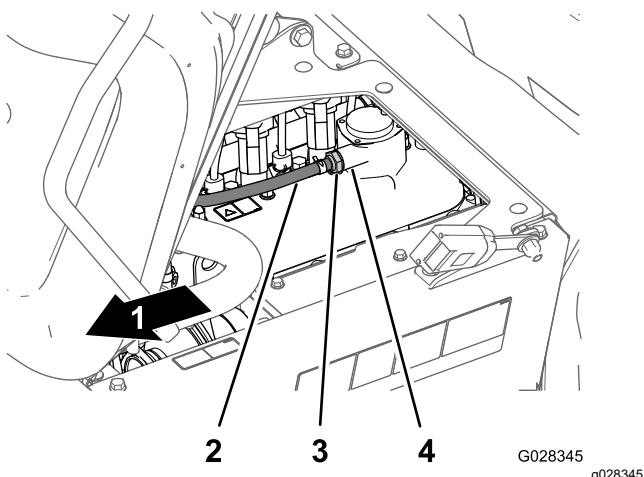

Figura 78
- Retire la válvula del sistema PCV del acoplamiento de la tapa de válvulas (Figura 78).
Nota: Si suena el limitador interno de la válvula, la válvula del sistema PCV está bien; si el limitador interno no está libre y no suena al sacudirse, sustituya la válvula (Figura 78).
4. Introduzca la válvula del sistema PCV hasta que quede correctamente asentada en la junta del acoplamiento de la tapa de válvulas (Figura 78).